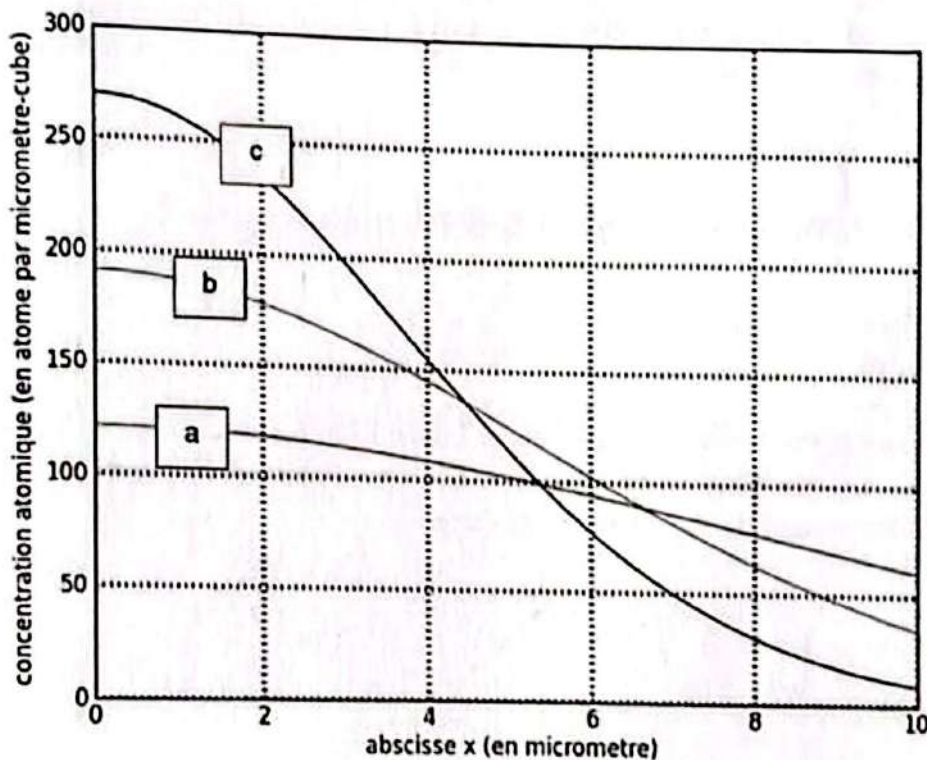

Figure 2 - Concentration en atome de phosphore en fonction de x
La figure 2 représente l'évolution de $C(x, t)$ en fonction de x pour trois instants précis : $t = 1$ h, $t = 2$ h et $t = 5$ h.
- Q7. Identifier sur la figure 2 chacune des courbes correspondant à $C(x, t = 1$ h), $C(x, t = 2$ h) et $C(x, t = 5$ h).
- Q8. Évaluer numériquement le coefficient de diffusivité D à l'aide de la figure 2, en utilisant la courbe c dont l'origine est à $C(x = 0, t \text{ fixé}) \approx 270 \mu \cdot m^{-3}$.